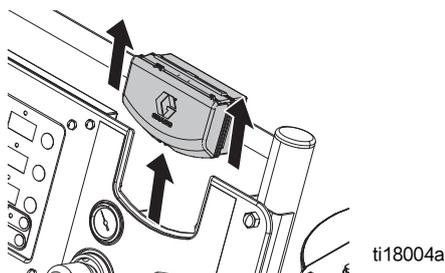

图 19: 取下 DataTrak
3. 卸下托架上的 DataTrak 模块。参见图 19 所示。将 DataTrak 模块及连接电线一起拿到非危险场所。